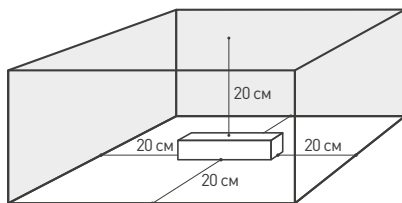

Рис. 6. Свободное пространство вокруг источника
- 4.3. Для естественной вентиляции обеспечьте не менее 20 см свободного пространства вокруг источника питания, как изображено на рис. 6.